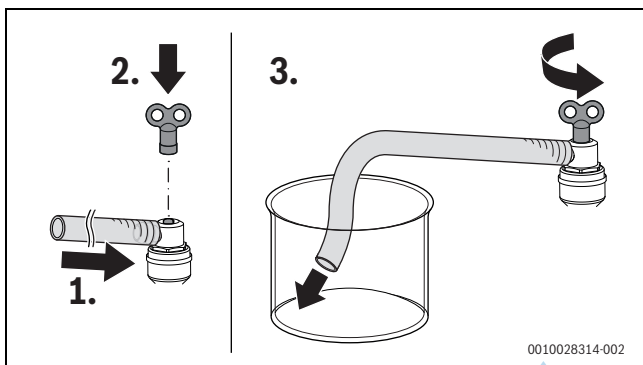

Bild 122 Warmwasserkreis und Heizkreis entlüften
- ▶ Schlauch in ein Gefäß (z. B. Flasche) leiten (→ Bild 122 und Bild 18, Seite 17).